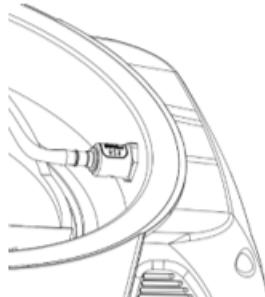
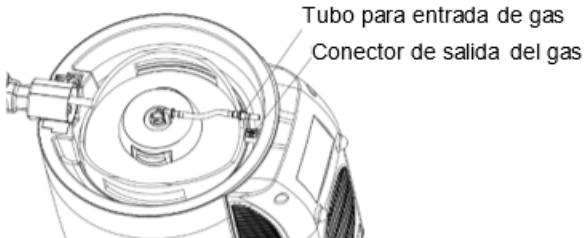

Figura 14
Figura 15
- Presione y mantenga presionado el botón blanco en el conector de salida de gas para liberar la tubería de gas (como se muestra en la Figura 14), al mismo que presiona el botón extraiga la tubería para fuera del conector, manteniéndola acoplado por el otro extremo a la válvula de extracción (como mostrado en la Figura 15).